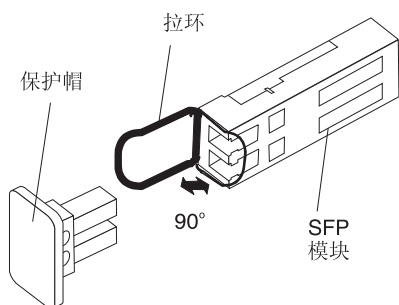

图 15. SFP 模块解锁 - 拉环可能会有所不同
- 对于具有拉环的 SFP 模块，将拉环向外拉 90° 即可为 SFP 模块解锁，如图 15 中所示。